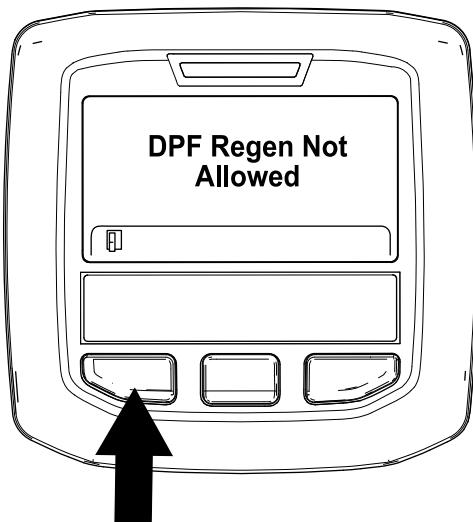

Figura 51
- Se o processo de regeneração não for permitido pelo computador do motor, surge a mensagem “DPF Regen Not Allowed” (Regen. do DPF não autorizada) no InfoCenter (Figura 51). Prima o botão esquerdo para sair para o ecrã inicial.